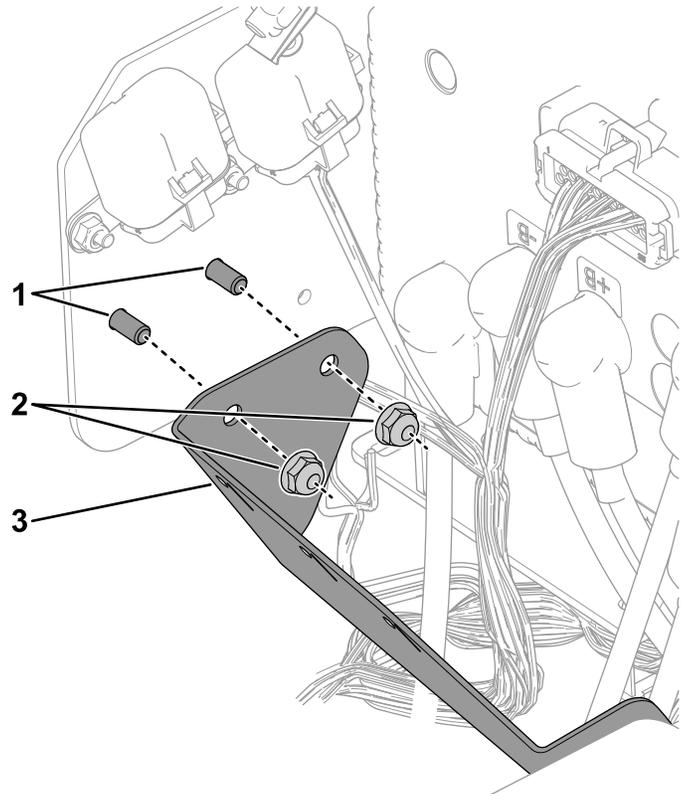

Figura 3
1. Con dos pernos ($\frac{1}{4}$ " x $\frac{1}{2}$ "") y dos contratuercas ($\frac{1}{4}$ ""), fije el soporte de los relés en los taladros de montaje de los relés anteriores, tal y como se muestra en la Figura 3.